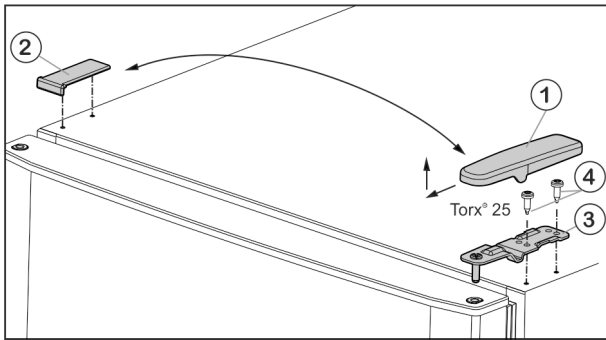
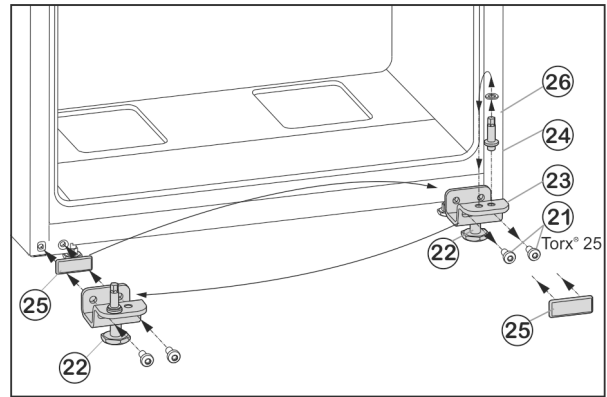

Fig. 5
Fig. 7
- ▶ Відведіть кришку Fig. 5 (1) вперед і вгору.
- ▶ Зніміть кришку Fig. 5 (2).
- ▶ Викрутіть верхній опорний кронштейн Fig. 5 (3) (2 шт. Torx® 25) Fig. 5 (4) і відведіть вгору.
- ▶ Викрутіть гвинти кріплення Fig. 7 (21).
- ▶ Зніміть нижній опорний кронштейн Fig. 7 (23) разом із гвинтом Fig. 7 (24), шайбою Fig. 7 (26) та установочною ніжкою Fig. 7 (22).
- ▶ Відкрутіть гвинт Fig. 7 (24) разом із шайбою Fig. 7 (26), переставте їх у протилежний отвір опорного кронштейна та знову закрутіть.
- ▶ Обережно зніміть кришку Fig. 7 (25) і переставте її на протилежний бік.
- ▶ Знову прикрутіть нижній опорний кронштейн Fig. 7 (23) разом із гвинтом Fig. 7 (24), шайбою Fig. 7 (26) та установочною ніжкою Fig. 7 (22) на інший бік шарніра (з моментом 4 Нм), у разі необхідності скористайтеся акумуляторним гвинтокрутом.
- ▶ Встановіть нижні дверцята згори на опорний гвинт Fig. 7 (24).
- ▶ Вставте середній опорний кронштейн (13), повернувши його на 180°, у нижні дверцята і прикрутіть за допомогою гвинтів кріплення (11) (2 шт. Torx® 25) до нового боку шарніра (з моментом 4 Нм).
- ▶ Знову встановіть пластикову шайбу (10).
- ▶ Встановіть верхні дверцята на середній опорний кронштейн (13).
- ▶ Встановіть верхній опорний кронштейн Fig. 5 (3) в дверцята на новий бік шарніра.
- ▶ Прикрутіть верхній опорний кронштейн (з моментом 4 Нм) гвинтами (2 шт. Torx® 25) Fig. 5 (4). У разі необхідності скористайтеся акумуляторним гвинтокрутом.
- ▶ Встановіть і зафіксуйте кришку Fig. 5 (1) з протилежного боку ззовні.
- ▶ Також встановіть згори і зафіксуйте кришку Fig. 5 (2) з протилежного боку.
- ▶ Викрутіть установочну ніжку Fig. 7 (22) на нижньому опорному кронштейні Fig. 7 (23), доки він не буде опиратися на підлогу.